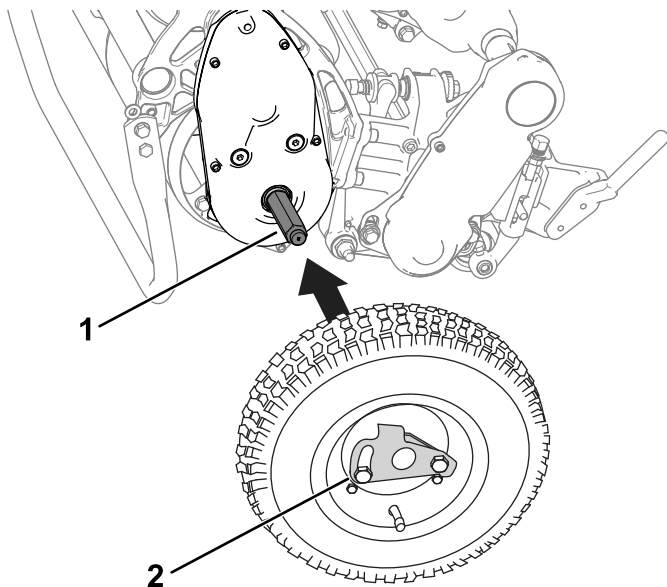

Рисунок 27
2. Наденьте колесо на ось (Рисунок 27).
3. Отведите зажим блокировки колеса (Рисунок 27) от центра колеса, чтобы его можно было продвинуть дальше по оси.